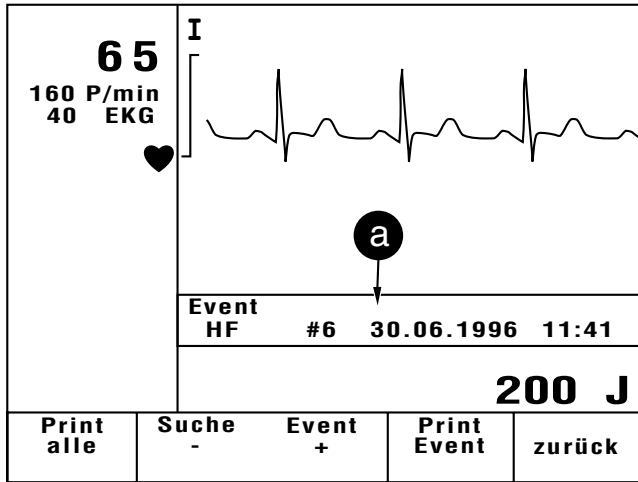

Bild 7-4. Ereignis-Druckmenü
- \* Rufen Sie mit **Print Event** das Ereignis-Druckmenü auf (Bild 7-4).
- \* mit den Tasten **+** und **-** ein Ereignis aussuchen (erscheint bei **a**, Bild 7-4) und dieses mit **Print Event** ausdrucken, oder
- \* mit **Print alle** alle gespeicherten Ereignisse ausdrucken (beginnend mit dem angezeigten Ereignis (**a**, Bild 7-4)), oder